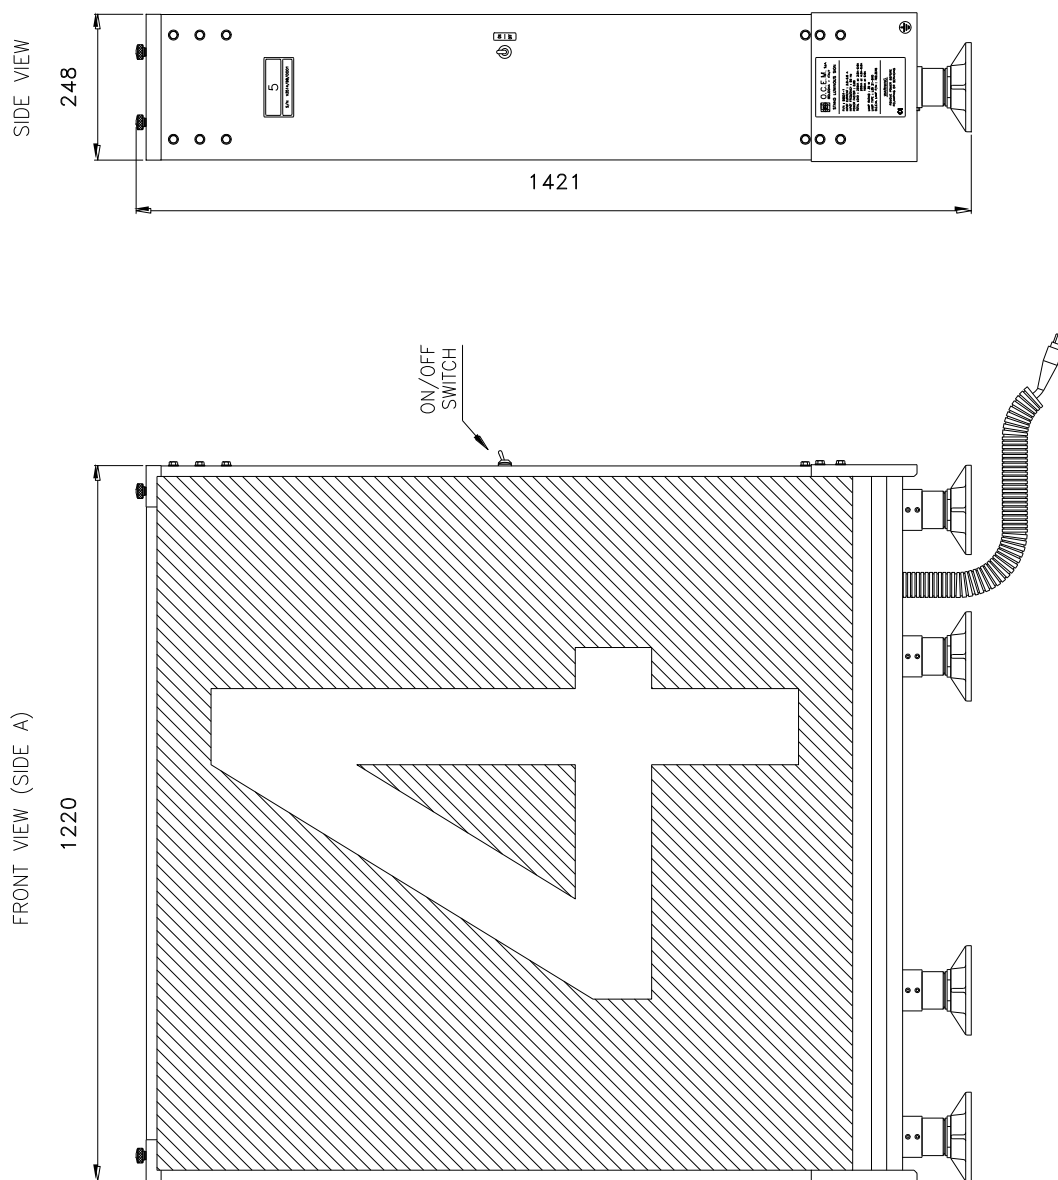

Figure 1 - Dimensions hors tout
- a) Prenez comme référence la figure 1 pour connaître l'espacement entre les raccords cassables.